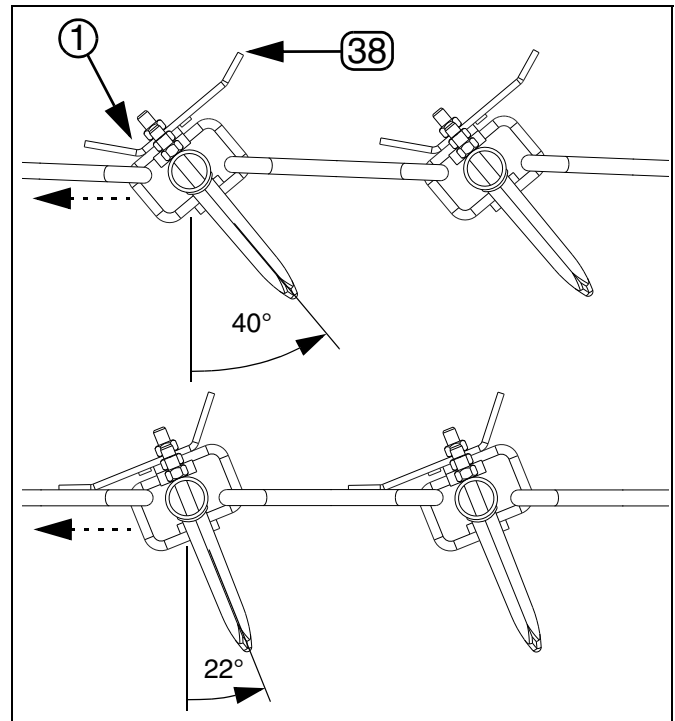

Figure 21
Consulter la Figure 21.
1. Régler une rallonge de traînée (⑭, ⑮ ou ⑰) dont la largeur est identique à celle d'un ensemble de traînée de 12 rangées existant sur l'outil.
- ⑥4 803-019C CONTRE-ÉCROU DE 1/2-13 PLAQUÉ
- ⑤2 802-091C VIS À TÊTE HEXAGONALE GR5 DE 1/2-13 x 2
3. Aligner les fixations à tirer de la rallonge sous les fixations arrière de la barre de traînée la plus à l'arrière. S'assurer que les plaques d'angle de dent ③8 ont la même orientation sur la rallonge de traînée que sur l'ensemble de traînée principal. Se référer à la **Figure 21** à la **page 39** pour obtenir des précisions sur l'angle de dent.
4. Attacher les fixations à tirer à l'aide de boulons ⑤2 et d'écrous ⑥4.